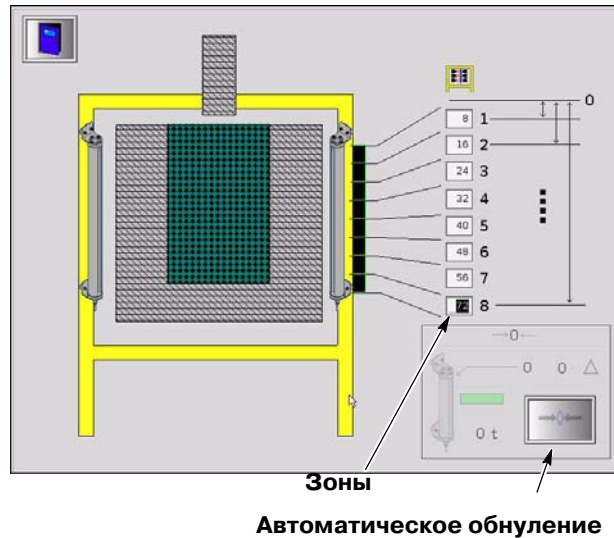

Рис. 3-18 Конфигурирование аналоговых сканеров зон
4. См. рис. 3-18. Для каждой зоны ввести расстояние в дюймах или миллиметрах от верхней части сканера до нижнего края зоны. Данное экранное изображение представляет 72-дюймовый сканер, разделенный на 8 зон 8 дюймовой высоты.